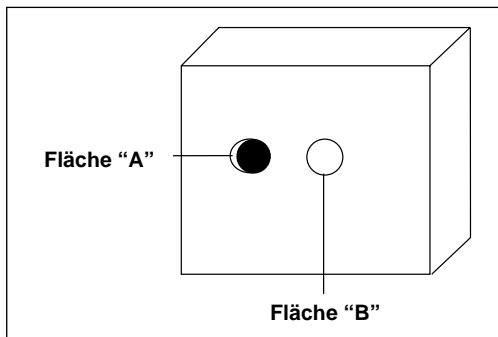

Abbildung C-2. Bestimmung des Emissionsfaktors mittels einer Bohrung
3. Stellen Sie einen Emissionsfaktor von 0,97 ein und messen Sie die Temperatur der Bohrung (Fläche "A" in Abbildung C-2). Achten Sie darauf, daß die gemessene Fläche das Sichtfeld des Thermometers vollständig ausfüllt und notieren Sie den Meßwert.
4. Zielen Sie mit dem Thermometer auf einen anderen Bereich des Objekts (Fläche "B" in Abbildung C-2) in unmittelbarer Nähe der Bohrung. Achten Sie darauf, daß die gemessene Fläche das Sichtfeld des Thermometers vollständig ausfüllt.